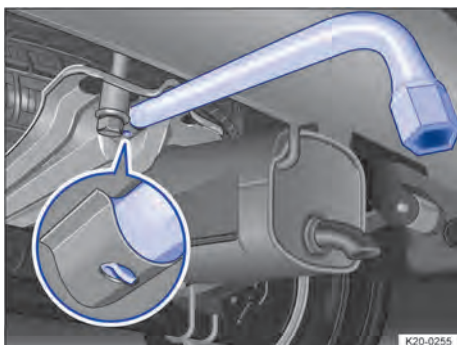

Abb. 210 Unter dem Fahrzeug: Reserveradhalterung mit eingestecktem Radschlüssel.
3. Radschlüssel in die Halterung stecken → Abb. 210.
Darauf achten, dass sich der Haken des Radschlüssels im Loch der Halterung befindet → Abb. 210 (Lupe). Der eingehakte Radschlüssel darf sich nicht nach hinten herausziehen lassen.
2. Radschlüssel in die Halterung stecken → Abb. 210.